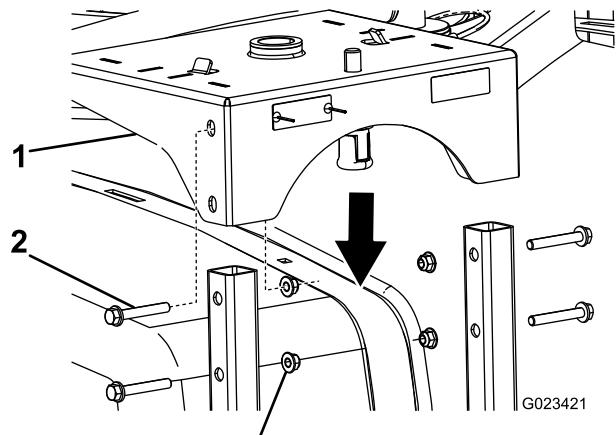

Figure 3
3. Abaissez la base du dévidoir sur les cadres et fixez-les avec 4 longs boulons (3/8") et 4 écrous à embase (3/8"), comme montré à la Figure 3.